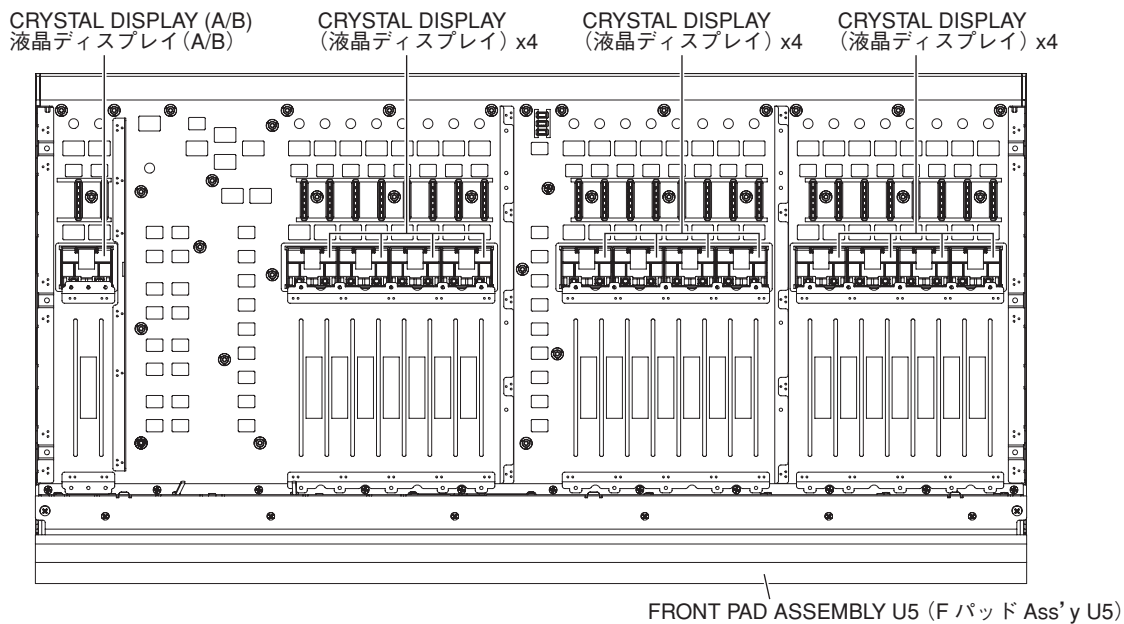

Fig. 11 (図 11)
- B-13-4. Remove the crystal display. (Fig. 11)
- B-13-4. 液晶ディスプレイを外します。(図11)
- B-14-3. Remove the crystal display. (Fig. 11)
- B-14-3. 液晶ディスプレイを外します。(図 11)